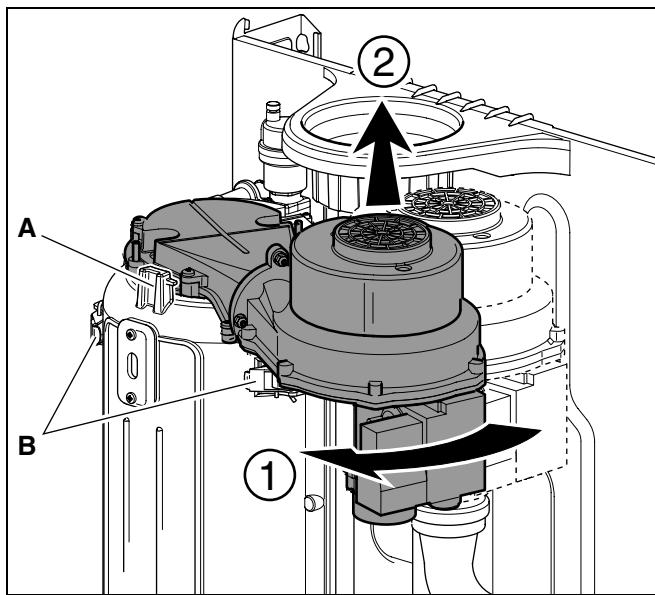

Рис. 39 Отсоединение газового/воздушного блока и горелки
Газовый/воздушный блок можно теперь демонтировать, поворачивая его на четверть оборота вперед (штыковое соединение) (рис. 39, **поз. А**) и после этого поднимая вверх из переменного блока.
- Проверить контакт между воздуходувкой и горелкой на газонепроницаемость (рис. 39, **поз. А**).